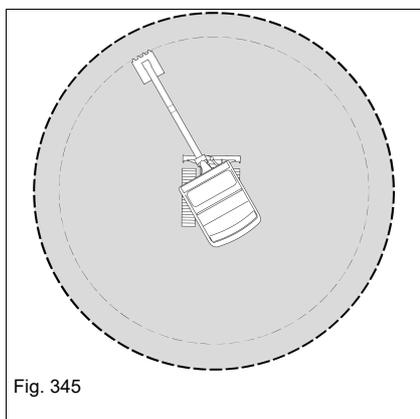

Fig. 345
- ▶ La flèche doit être droite par rapport à la machine, voir Fig. 345.